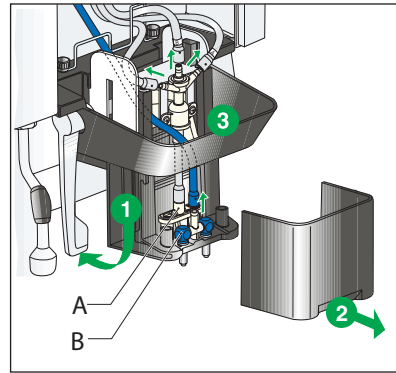

Fig. 1
- 1 Abaisser le levier du bec verseur. (Fig. 1)
- 2 Retirer le couvercle du bec verseur. (Fig. 1)
- 3 Retirer les tubes des distributeurs à lait (A) et à café (B). (Fig. 1)